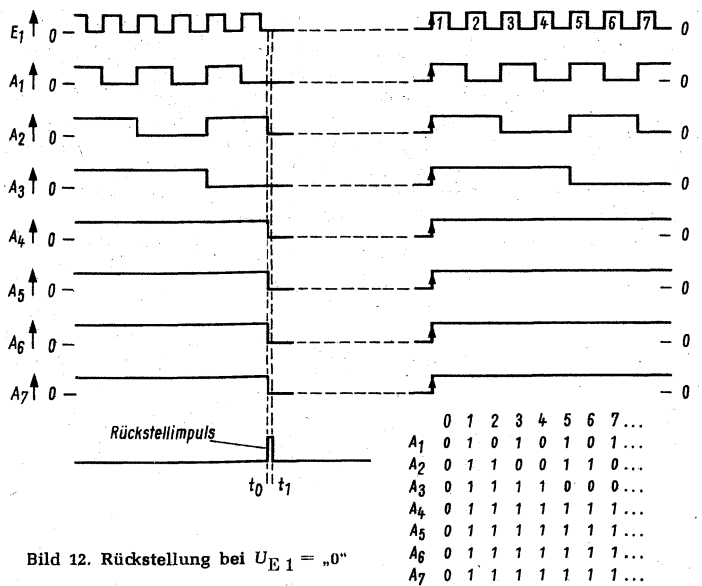

Bild 12. Rückstellung bei $U_{E1} = „0“$
1. $U_{E1} = „0“$ (Bild 12)
In Bild 12 sieht man ein Beispiel, bei dem die Rückstellung erfolgte, als E_1 im „0“-Zustand war. Alle Ausgänge, die unmittelbar vor dem Rückstellimpuls die Lage „1“ hatten, kippen in die Lage „0“ und behalten diese Lage nach dem Rückstellimpuls bei. Der nächste Eingangsimpuls an E_1 kippt alle Ausgänge in die Lage „1“, was einer Vorbereitungsphase des Zählers (Preset) entspricht. Erst der zweite Impuls wird gezählt. In der Wahrheitstabelle von Bild 12 sind diese Zustände zu sehen. Man sieht, daß der Zähler $(n-1)$ zählt.